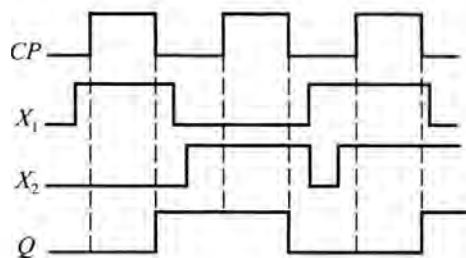

图 4.3.1 某锁存器波形图
(1) 两个与非门构成的基本 RS 锁存器,当 $Q = 1$ 、 $\bar{Q} = 0$ 时,两个输入信号 $\bar{R} = 1$ 和 $\bar{S} = 1$ 。锁存器的输出 Q 会_____。
(2) 同步 RS 锁存器的两个输入信号 RS 为 00,要使其的输出从 0 变成 1,它的 RS 应为_____。
(3) 基本 RS 锁存器的输入直接控制其输出状态,所以它不能被称为_____锁存器。
(4) 如果把 D 触发器的输出 Q 反馈连接到输入 D ,它输出 Q 的脉冲波形的频率为 CP 脉冲频率 f 的_____。
(5) 某锁存器的 2 个输入 X_1 、 X_2 和输出 Q 的波形如图 4.3.1 所示,试判断它是_____锁存器。
(6) 要使 JK 触发器的输出 Q 从 1 变成 0,它的输入信号 JK 应为_____。
(7) 如果把触发器的 JK 输入端接到一起,该触发器就转换成_____触发器。
(8) 如果触发器的次态仅取决于 CP _____时输入信号的状态,就可以克服空翻。